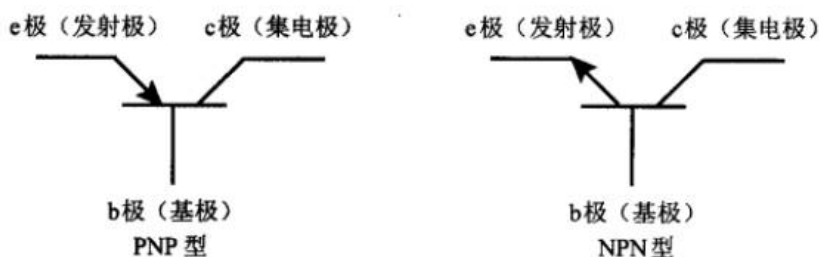

图2-44 三极管的图形符号
- 3** 按用途分，依工作频率分为高频 ( $f_T > 3\text{MHz}$ )、低频 ( $f_T < 3\text{MHz}$ ) 和开关三极管。三极管在电路中的符号如图2-44所示。